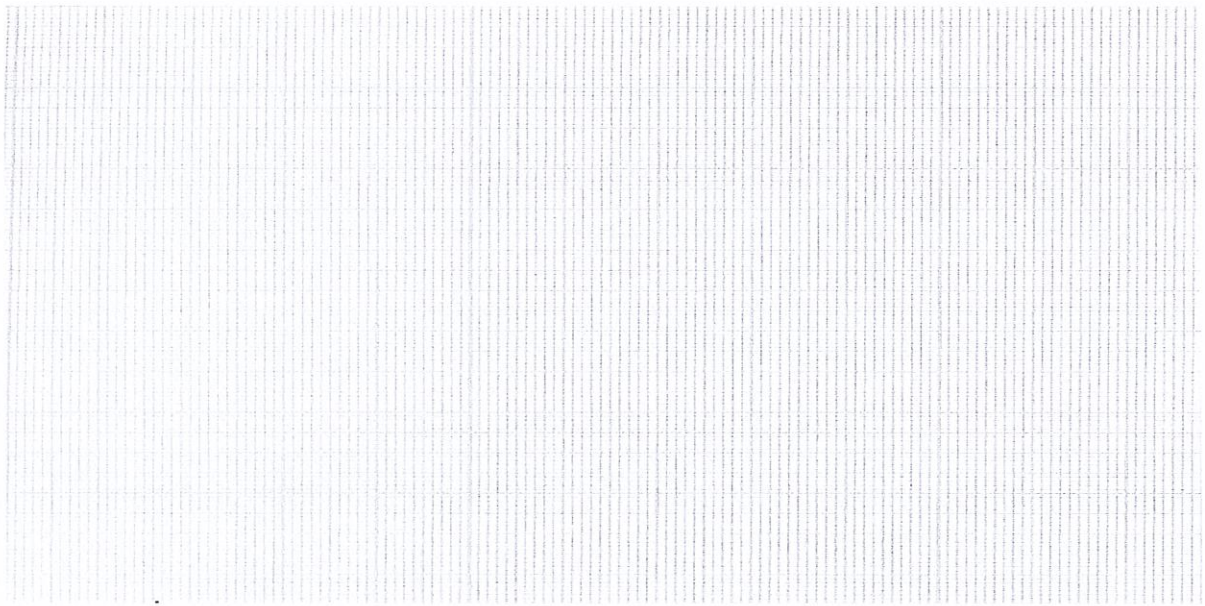

Figure 3b : Courbe dilatométrique à tracer.
- ❑ Tracer sur la figure 3b pour l'acier C70, en la commentant de manière précise, la courbe dilatométrique de revenu de 25°C jusqu'à 650°C de la pièce trempée possédant une dureté de 64HRC.